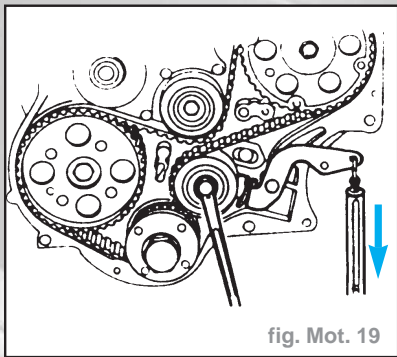

fig. Mot. 19
- Déposer la vis de blocage du levier de réglage de tension de la courroie et accrocher un peson à ressort au trou du levier (fig. Mot. 19).